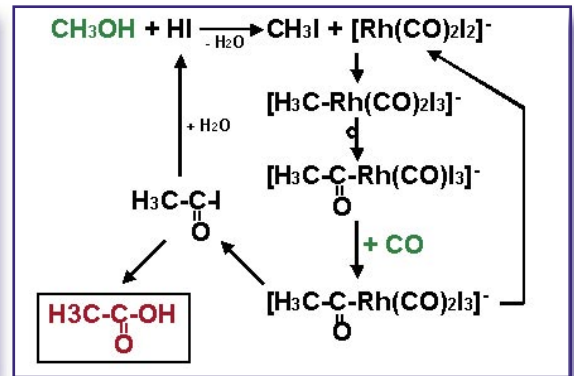

Abbildung 6: Katalyse-Cyclus im Monsanto-Verfahren.
Der Mechanismus der Homogenkatalyse mit der Kombination aus Iodwasserstoffsäure und Dicarboxyldiiodo-rhodat(I) läuft über eine Carbonyl-Umlagerung am Rhodium-Komplex und anschließender Acetyl iodid-Abspaltung (Abbildung 6). Ausbeuten über 90 % werden hauptsächlich dadurch vereitelt, daß sich unter Wasserstoff-Bildung intermediär Rhodium(III)-Komplexe bilden, durch die der Reaktionspartner „Kohlenmonoxid“ zum Kohlendioxid aufoxidiert wird und damit für die Zielreaktion fehlt (Abbildung 7).